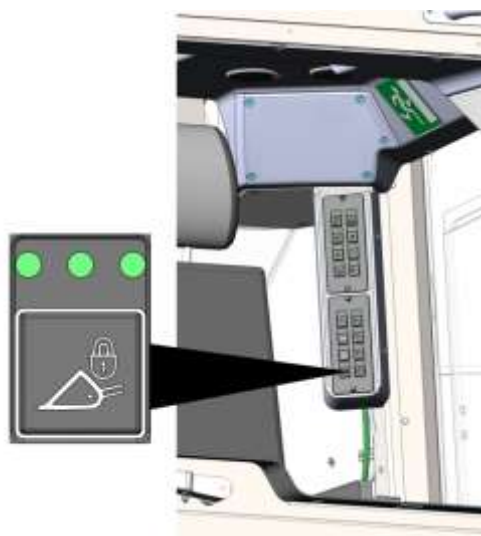

Рисунок 3. 64 Разблокировка / блокировка гидравлической системы привода рабочего оборудования
- ▶ Нажать кнопку «Блокировка гидравлической системы привода рабочего оборудования», рис. 3. 64.